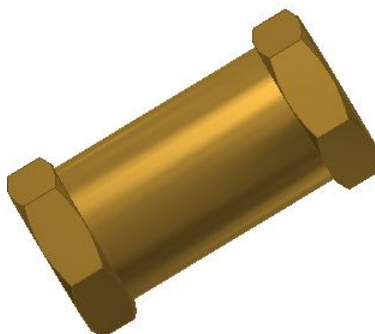

Рис. 1.15.
11. Задайте материал корпуса – «Латунь» и сохраните модель под именем «Корпус» (рис. 1.15).